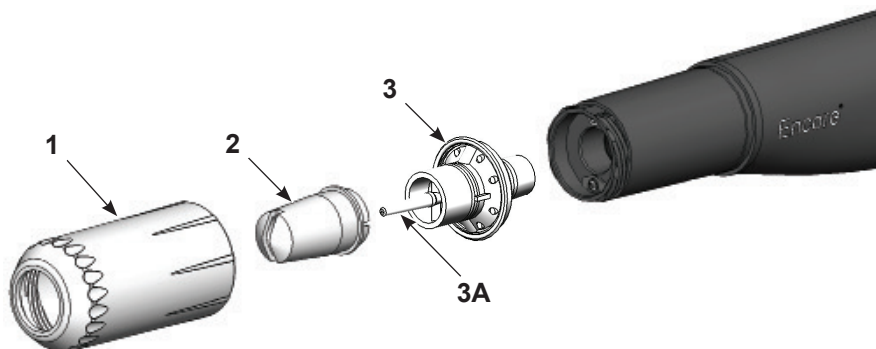

Figure 4-1 Dépose et installation de la buse à jet plat
1. Voir la Figure 4-1. Dévisser l'écrou de la buse (1) dans le sens inverse des aiguilles d'une montre.
2. Retirer la buse à jet plat (2) du bloc électrode (3).